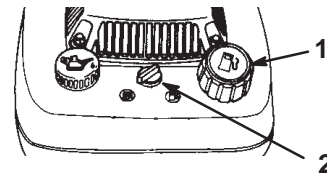

Figure 5
1. Nettoyez la surface autour du bouchon du réservoir de carburant (Fig. 5).
2. Ouvrez le robinet d'essence (Fig. 5).